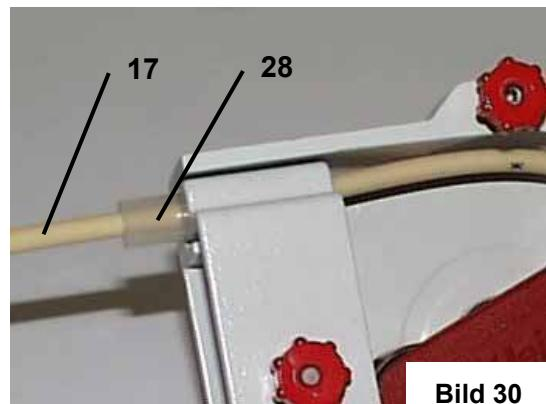

Bild 30
- Die Einstellung der Schlauchdicke erfolgt mit dem Rändelrad (27). Drehrichtung in Richtung „+“ ist größerer Abstand (dichwandiger Schlauch), in Richtung „-“ ist kleinerer Abstand (dünnwandiger Schlauch).
- Um auf unterschiedliche Schlauchwandstärken einstellen zu können wird das beiliegende Hilfswerkzeug in die radiale Bohrung des Rändelrads (27) eingesetzt, um das Einstellen zu erleichtern. Nach erfolgter Einstellung mit der Feststellschraube (44) gegen Verdrehen sichern.
- Deckel (21) und Klemmbügel (20) wieder montieren und während des Festziehens der Rändelmutter (23) beide Schlauchenden mit mäßigem Zug vom Pumpenkopf wegziehen.
- Diese Vorspannung des Schlauches über die Rollen (25) sorgt dafür, dass die Rollen (25) immer mittig über dem Schlauch (17) abrollen und somit einwandfreie Förderung und Dichtigkeit im Stillstand erreicht wird.
- Beim Einschalten der Pumpe immer die notwendige Sorgfalt walten lassen und den Rotor vor dem Start der Rotation immer mit dem Deckel (21) schützen (Fingerquetschgefahr!)
3.7. Verwendung von Schläuchen mit kleinem Innendurchmesser (Größe 0,8 und 1,7 mm) (Bild 30)
- Hierzu beide Schlauchabschnitte (28) auf den Förderschlauch (17) aufschieben und den Schlauch (17) zusammen mit den Schlauchabschnitten (28) so in den Pumpenkopf einlegen, dass die Schlauchabschnitte genau an der Klemmstelle positioniert sind. Restliches Vorgehen wie Kap. „Schlauch einlegen“